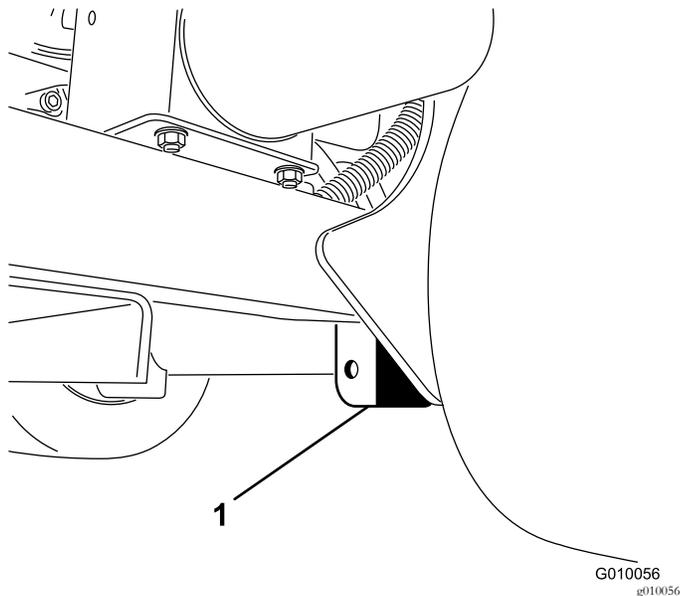

図 41
3. 後ホイールのすぐ内側にあるフレームプレートの下にジャッキを確実に置く 図 41。